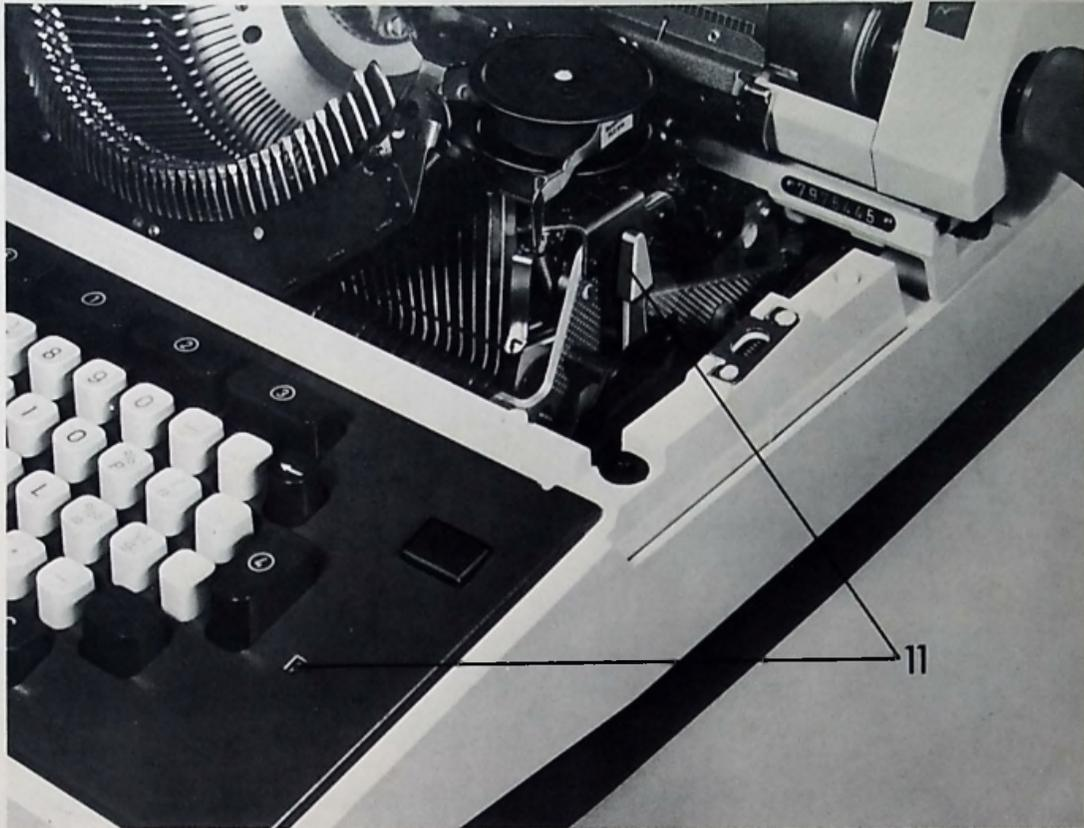

Abb. 7
2.4.2 Mit dem Anschlagregler (11), Abb. 7, wird die Stärke des Typenanschlags reguliert. Die drei an der Skala markierten Einstellmöglichkeiten bedeuten: